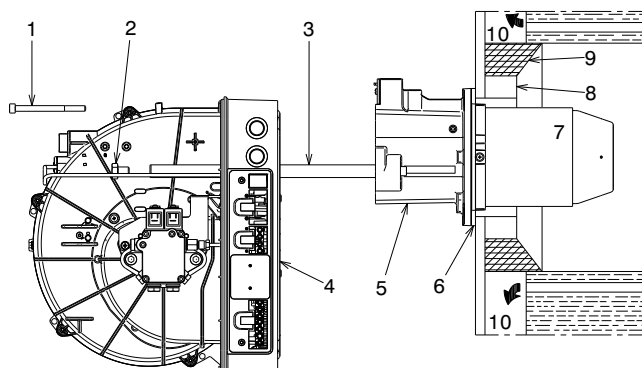

Abb. 10
- Befestigen Sie die Gruppe 5) und 7)(Abb. 10) an der Heizkesselplatte, setzen Sie die beige packte Isolierdichtung 6)(Abb. 10) dazwischen ein.
- Sollte die Düse ausgetauscht werden müssen wenn der Brenner bereits am Kessel angebracht ist, den Brenner auf den Führungen öffnen, wie in Abb. 10 auf S. 14 dargestellt und fortfahren wie oben beschrieben.
- An dieser Stelle der Installation sind Flammrohr und Muffe wie in Abb. 10 auf Seite 15 dargestellt am Kessel befestigt. Die Flammkopfeinstellung ist daher einfach, sie hängt nur vom Durchsatz des Brenners ab, d.h. vom Durchsatz der Düse, die in Tab. F auf S. 15 gewählt wurde.